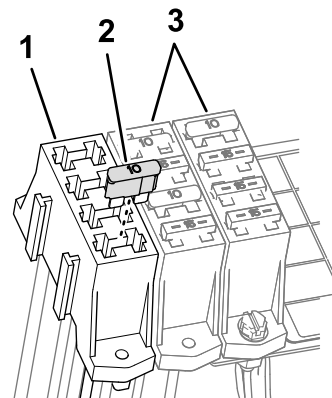

図 20
2. 探し出したソケット補助ヒューズブロックにヒューズを取り付ける 図 20。